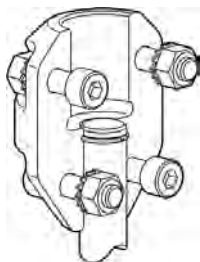

fig. 12
- Instalar el anillo elástico sobre el eje de la bomba, insertándolo en su sede. Insertar la junta desde el alto sobre el eje de la bomba, en modo que el anillo elástico se posicione correctamente y, una vez apretados los tornillos, bloquee la junta sobre el eje (**fig. 12**).